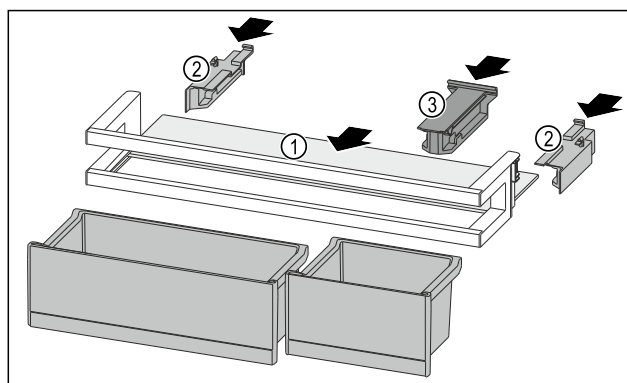

Fig. 254
- Inserire il ripiano Fig. 254 (1) negli incavi laterali.
- Inserire gli elementi laterali Fig. 254 (2).
- Inserire l'elemento di tenuta Fig. 254 (3).